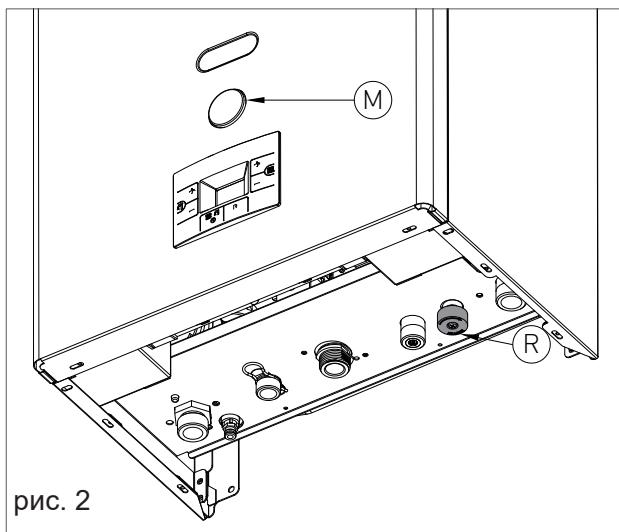
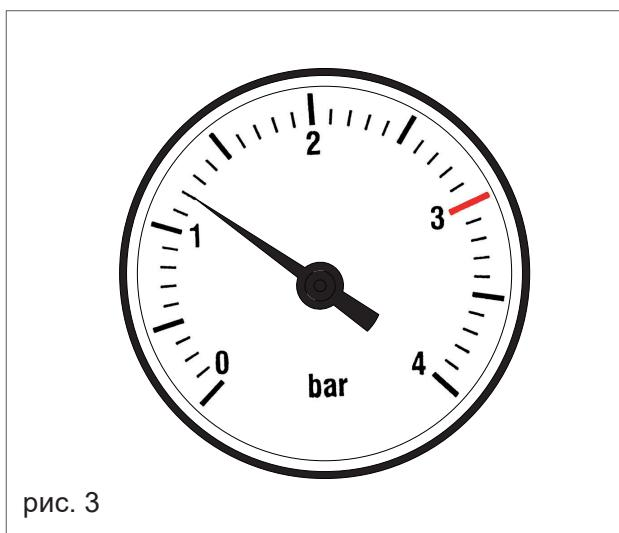

рис. 2
рис. 3
3. Откройте подпиточный кран R (рис. 2);
4. При помощи манометра M (рис. 2) убедитесь, что давление в системе достигает 1,2 бар (рис.3);
5. После выполнения этой операции убедитесь, что подпиточный кран R (рис. 2) плотно закрыт.
8. Если после выполнения этих операций вы обнаружите, что давление воды в системе понизилось, снова откройте подпиточный кран R и дождитесь, пока манометр не покажет значение давления 1,2 бар (рис. 3).